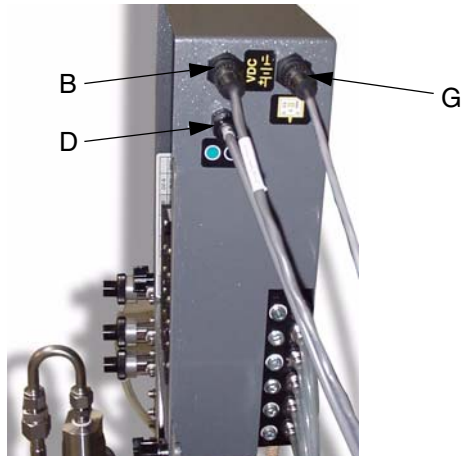
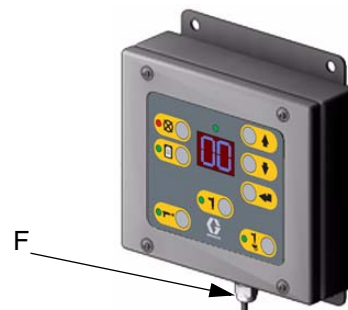

FIG. 15
FIG. 17
2. Collegare l'altra estremità del cavo al connettore del pannello del fluido Smart $\overset{VDC}{\text{B}}$. FIG. 15.
- Instradare l'estremità opposta del cavo a fibre ottiche attraverso il connettore del pressacavo del pannello del fluido Smart (D). FIG. 15. Non instradare il cavo con piegature o incurvature strette.
Il cavo della stazione operativa (F) è cablato in fabbrica nella stazione operativa. FIG. 17. Non scollegare il cavo se non per sostituirlo. Instradare il cavo da 15,2 m (50 piedi) al pannello del fluido Smart e collegarlo nel connettore della stazione operativa (G). FIG. 15.